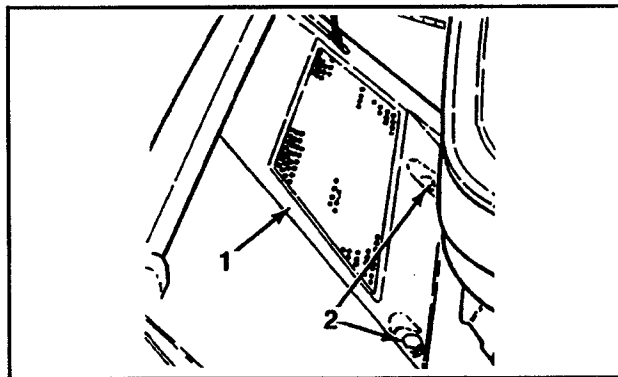

Figure 28
2. Retirez les deux (2) vis qui retiennent l'écran au carter de la tondeuse (fig. 28). Retirez le panneau écran.